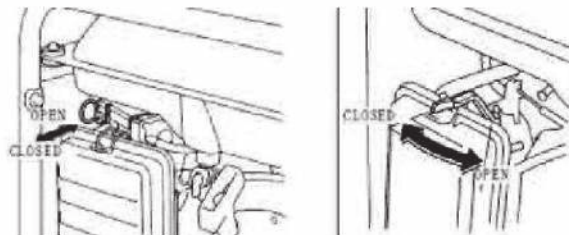

Рис. 4
3. Переведите рычаг заслонки в положение (| /) «Запуск» (только при холодном двигателе) (Рис. 4).